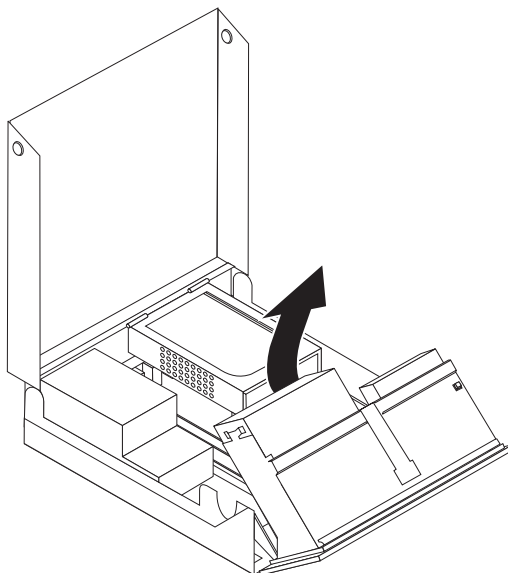

図 28. ディスケット・ドライブへのアクセス
2. ディスケット・ドライブへアクセスするためにドライブ・ベイを上方へ旋回します。図 28を参照してください。